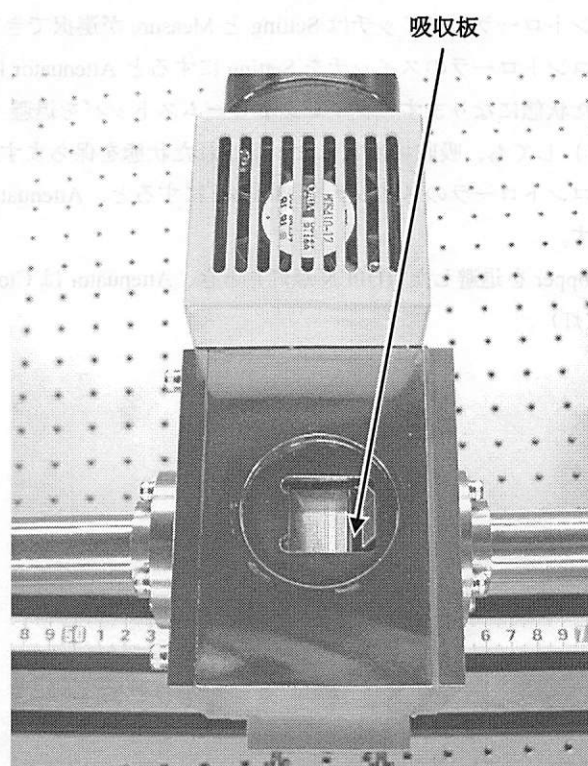

図 8.17.2 アッテネータホルダー
- ・アッテネータにはダイレクト強度に応じた吸収板をセットします（図 8.17.2 参照）。